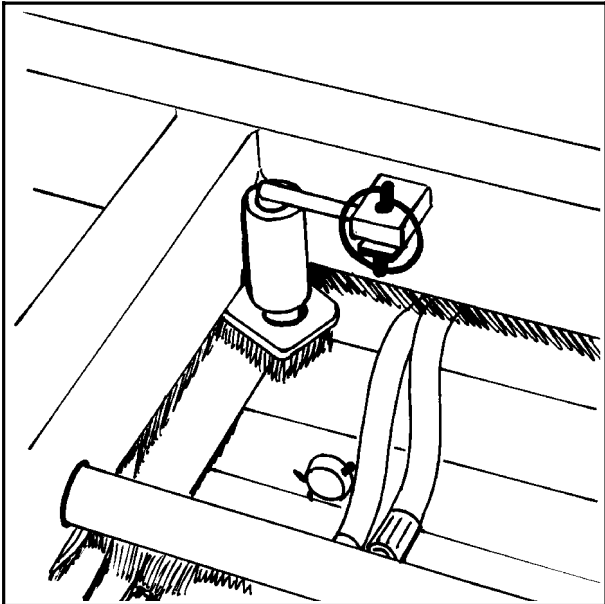

Fig. 2-4
1. Maskinen er utstyrt med en transportsikring. Den må alltid settes i låsestilling før transport av maskinen. Når rullebordet står i riktig posisjon, senkes bolten og sikres med orpinnen. (Fig. 2-4).